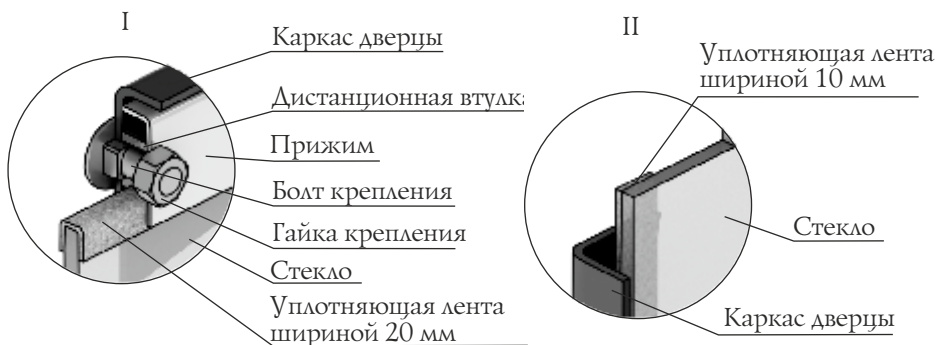

Рисунок 16. Крепление светорозрачного экрана дверцы модели «Витра»
1. Открутите две гайки, фиксирующие прижим (рисунок 16) и демонтируйте его и дистанционные втулки.